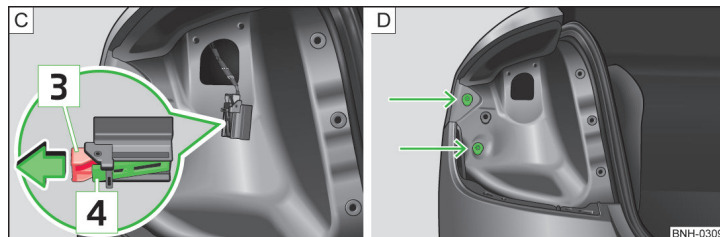

Abb. 157 Leuchtenstecker / Leuchte einbauen
- › Die Verriegelung **3** » Abb. 157 - **C** am Stecker in Pfeilrichtung ziehen.
- › Die Verrastung **4** » Abb. 157 drücken und den Stecker abziehen.
- › Die Leuchte in die Aufnahmen in der Karosserie einsetzen » Abb. 157 - **D**.